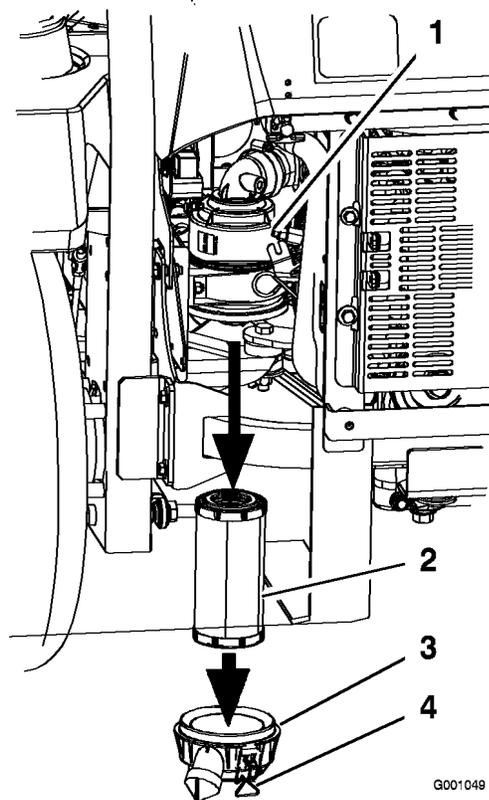

Figure 33
3. Ouvrez les dispositifs de verrouillage du filtre et ôtez le couvercle du corps du filtre (Figure 33).
5. Sortez l'élément filtrant du corps du filtre avec précaution (Figure 33). Évitez de cogner l'élément à l'intérieur du corps.